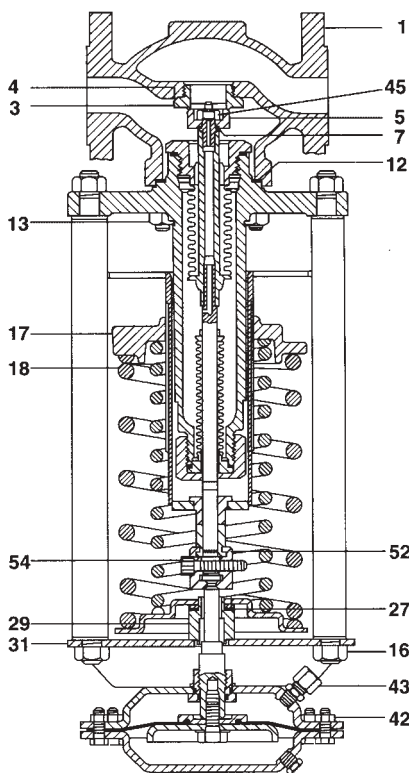

Fig. 12 DN25÷50 (Il particolare 42 non è indicato)
- Togliere il dado di bloccaggio (45), l'otturatore (5) e la guarnizione (7).
- Ruotare il gruppo soffiello di bilanciamento (10) per sfilarlo da quello di tenuta (20) e, quindi dal coperchio (2), insieme alla guarnizione coperchio (11).
- Usando una nuova guarnizione (7), rimontare l'otturatore (5) e il dado di bloccaggio (45); stringere fino ad eliminare completamente il gioco dell'otturatore.
- Rimontare il gruppo soffiello di bilanciamento (10) nel coperchio (2) usando una nuova guarnizione (11).
- Usando una nuova guarnizione (12), rimontare il gruppo coperchio sul corpo valvola (1) e rimontare i dadi (13), stringendo secondo quanto indicato nel paragrafo 4.2.
4.4.5 Come sostituire otturatore e sede (Fig. 12)
- Ruotare il piattello spingimolla (17) per scaricare completamente la/le molla/e (18).
- Togliere i dadi (13) ed estrarre coperchio e attuatore dal corpo valvola (1).
4.4.6 Come sostituire il cuscinetto a rulli (Fig. 12)
- Staccare la tubazione dall'attacco della presa di pressione a monte (43) e separare l'attuatore dalla valvola come indicato nel paragrafo 4.4.1.
- Svitare i dadi delle colonne di sostegno (16) e togliere la staffa di montaggio dell'attuatore (31), il portacuscinetto (29) e il cuscinetto a rulli (27).
- Montare il nuovo cuscinetto applicando un eventuale grasso lubrificante e assicurarsi del corretto posizionamento sul portacuscinetto (29).
- Rimontare la staffa di montaggio (31) e i dadi delle colonne (16), stringendo con la coppia di serraggio consigliata nel paragrafo 4.2.
- Rimontare il gruppo attuatore assicurandosi del corretto posizionamento nel dispositivo di accoppiamento valvola attuatore (52) e stringere la vite (54).
- Rimontare i dadi dell'attuatore (42) serrando con la coppia consigliata nel paragrafo 4.2.